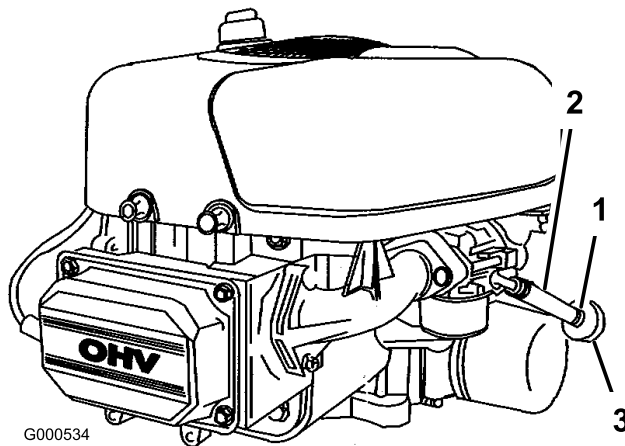

Figure 40
5. Desserrez le collier de serrage au niveau du filtre à carburant et éloignez-le du filtre en le poussant le long de la conduite d'alimentation (Figure 40).
6. Débranchez la conduite d'alimentation du filtre (Figure 40).
8. Raccordez la conduite d'alimentation au filtre. Rapprochez le collier de serrage du filtre pour fixer la conduite d'alimentation (Figure 40).
4. Pincez les extrémités des colliers et faites glisser ceux-ci pour les éloigner du filtre (Figure 40).
6. Posez un filtre neuf et rapprochez les colliers de fixation du filtre (Figure 40).